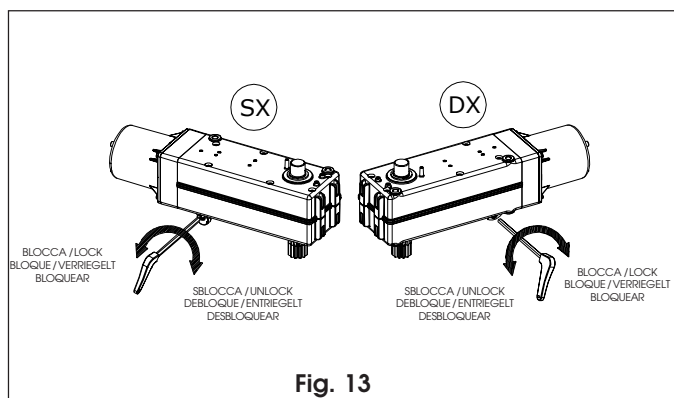

Fig. 13
- Introduire la clé Allen fournie et tourner sur un demi-tour environ jusqu'à l'arrêt dans le sens indiqué par la Fig. 13 en fonction du type de montage.